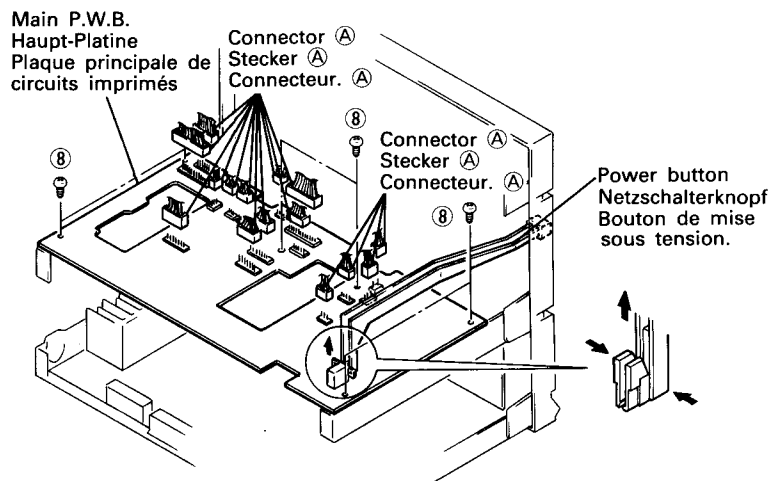

Fig. 4 Abb. 4
4. **Haupt-Platine (Abb. 4)**
**4. Plaque principale de circuits imprimés (Fig. 4)**